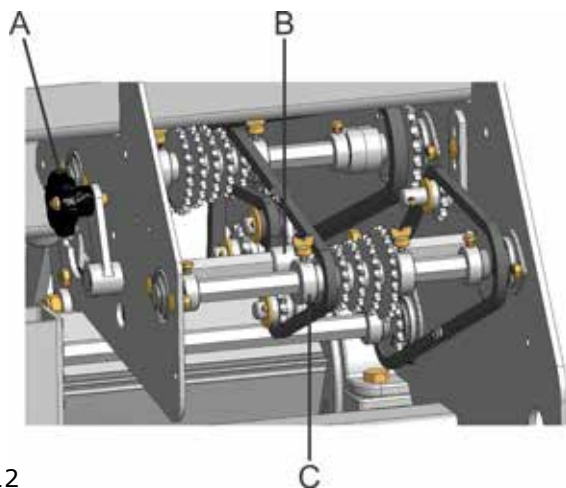

fig. 12
Acione a alavanca (A) (fig. 12) para aliviar o esticador (B) da corrente. Desloque as engrenagens no eixo, alinhando as engrenagens escolhidas com a corrente, posicione as buchas encosto (C), solte a alavanca (A) liberando o esticador (B).